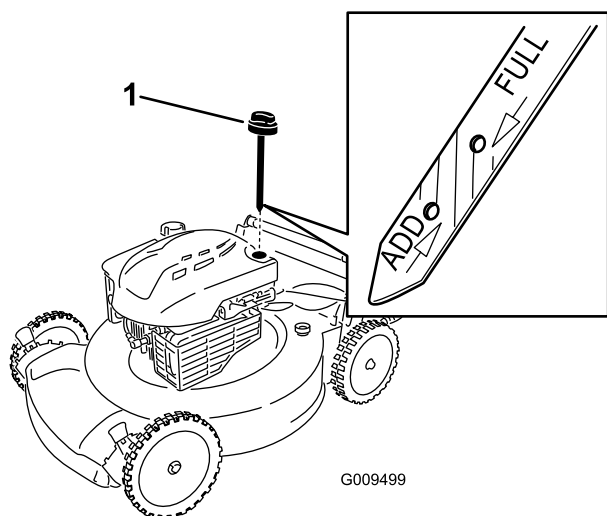

Figura 9
1. Retire la varilla, límpiela, y vuelva a colocarla (Figura 9).
2. Retire la varilla y compruebe el nivel de aceite (Figura 9). Si el nivel de aceite está por debajo de la marca "Add" de la varilla, vierta **lentamente** aceite en el tubo de llenado hasta que el nivel llegue a la marca "Full" de la varilla. **No llene demasiado.** (Capacidad máxima: 0,59 l (20 onzas), tipo: SAE 30, aceite detergente con clasificación de servicio API SF, SG, SH, SJ, SL o superior.)